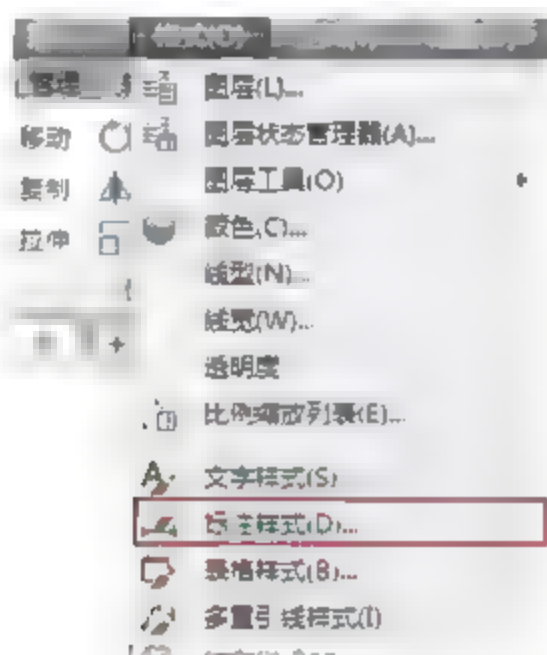

图5-3 选择命令
- 菜单栏：选择菜单【格式】|【标注样式】命令，如图5-3所示。